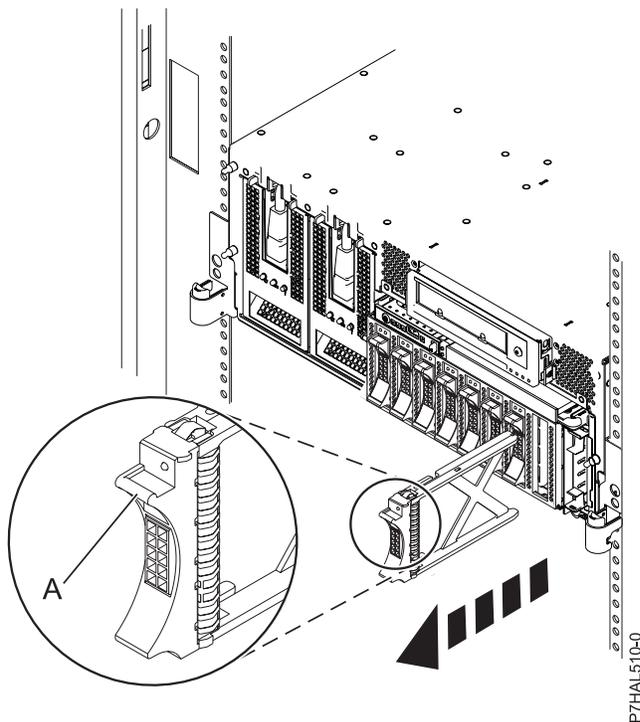
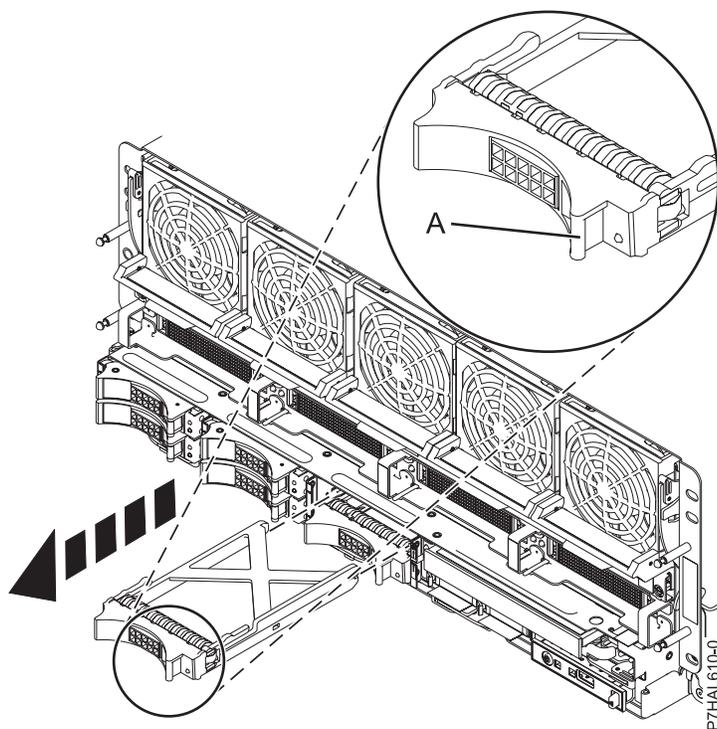

Figure 79. Retrait d'un obturateur d'unité de disques d'un modèle 33E/8B ou 36E/8C
Figure 80. Retrait d'un obturateur d'unité de disques d'un modèle 17M/MB ou 79M/HB
4. Tirez l'obturateur d'unité de disques de son emplacement. Tirez l'obturateur d'unité de disques pour le détacher de l'emplacement approprié (voir figure 79 et figure 80, à la page 88).